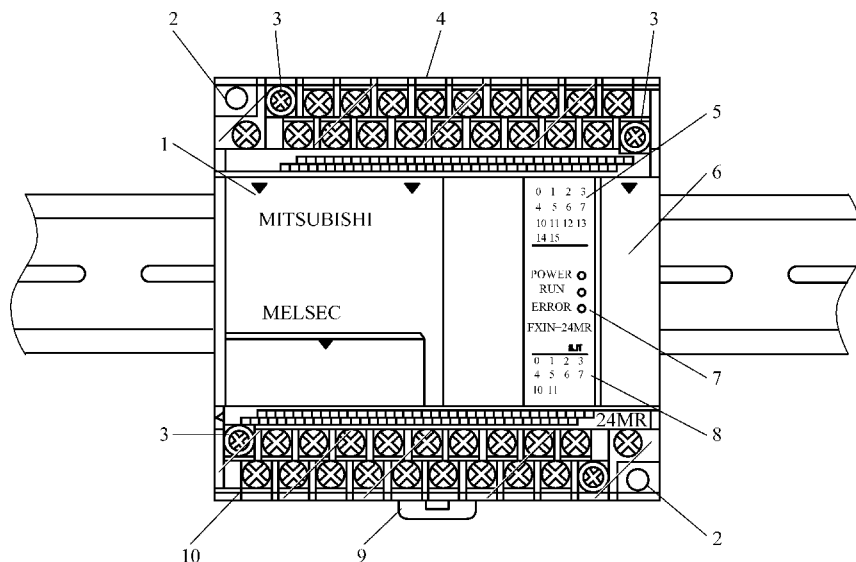
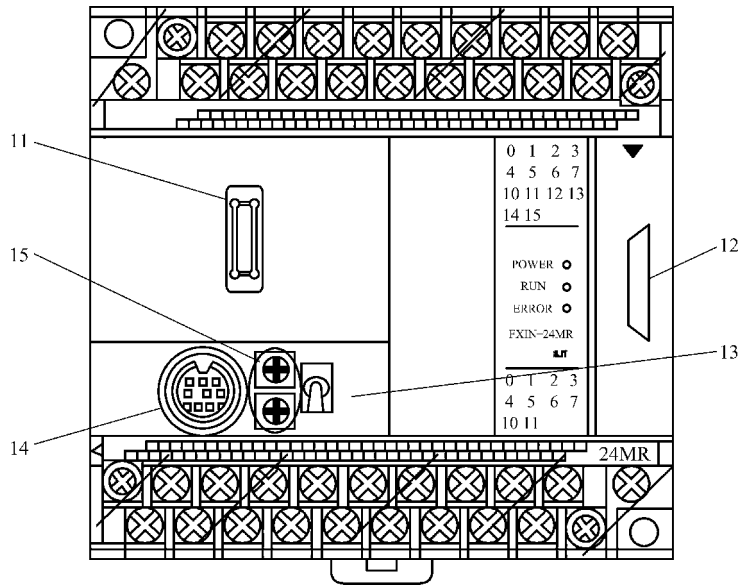

图 1-2 FX1N-24MR PLC 外形
图 1-3 FX1N-24MR PLC 盖板打开图
三菱 FX 系列 PLC，共有 FX0S、FX1S、FX0N、FX1N、FX2N（FX2NC）等几大系列，FX0S 和 FX1S 属经济型 PLC，能完成一般控制任务，但使用功能受限，如 I/O 接口不能扩展，功能指令的条数较少等，而 FX0N~FX2N PLC，则允许连接 I/O 扩展模块，功能指令也比较全面。三菱 FX1N-24MR PLC 外形和盖板打开图如图 1-2 和图 1-3 所示。
1) PLC 的型号含义：如图 1-2 中的 PLC 的型号为 FX1N-24MR，其中 FX1N 为系列总称，24MR 则为 I/O 点数和输出类型。图中 PLC 的 I/O 合计点数为 24 点。输入点数为 14 个，可输入 14 路开关量信号（其中 X0、X1 可输入高速计数脉冲信号）；输出点数为 10 个，可输出 10 路继电器触点形式的开关量信号。我们常说的多少点的 PLC，一般是指该 PLC I/O 的合计点数，即 PLC 能处理多少路输入信号和输出多少路控制信号的能力（规格）。MR 的意思：M 意为基本单元，R 指输出类型，意为继电器输出（参见图 1-10 中的图 a）。若 PLC 标注为 FX1N-24MT，则意为 I/O 点数为 24 点、晶体管输出电路形式的 PLC（参见图 1-10 中的图 b）。